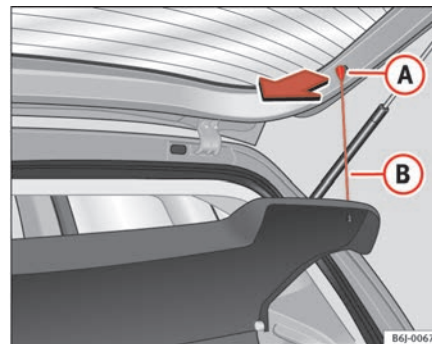

Abb. 84 Hutablage
- Die Streben ⇒ Abb. 84 (B) aus den Aufnahmen (A) aushängen.